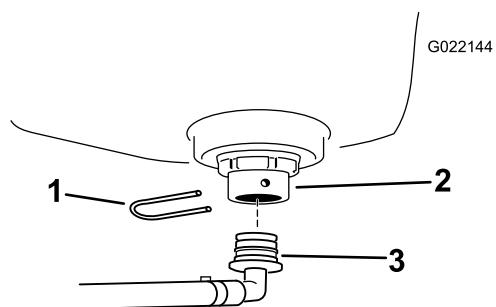

図 13
2. すすぎタンクのホースバーブ（鋸歯状）を、バルクヘッド・フィッティングに取り付け、リテナフオーラで固定する（図 13）。フィッティングを回して後ろ向きにする。